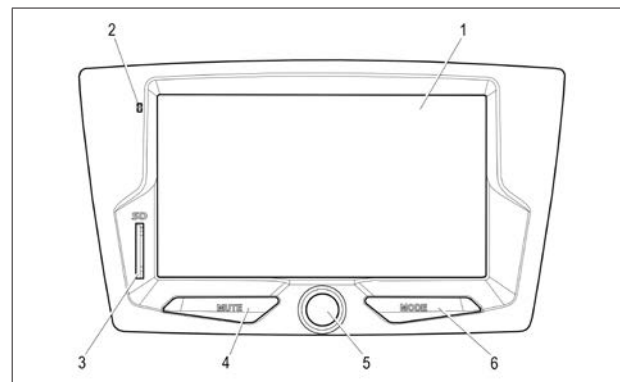

Рис. 1. Лицевая панель радиоприемника
2.2.1 Полностью отключить звук ММС можно кнопкой **MUTE 4** (рис. 1). При этом на дисплее (в правом нижнем углу) появится соответствующая пиктограмма.
2.3.1 Кнопка **MODE** (рис. 1) служит для переключения режимов работы радиоприёмника, при этом будут отображаться только активные режимы.
Регулировка громкости осуществляется вращением ручки 5 вправо или влево (рис. 1).
2.5.2 Последовательным нажатием кнопки **MODE** (рис. 1) или нажатием отображаемых на дисплее кнопок выберите желаемый режим.
- кнопкой **MODE** (рис. 1).